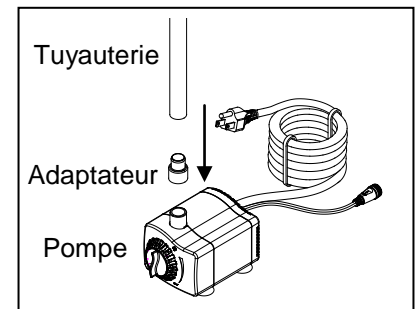

Fig. 1
1. Relier la tuyauterie à la sortie de la pompe avec l'adaptateur approprié. Fig 1